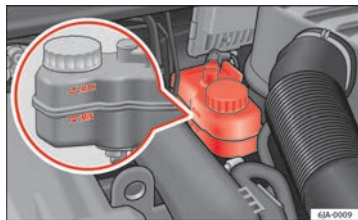

Fig. 127 Vano motore:
- Controllare il livello del liquido di raffreddamento nel serbatoio ⇒ fig. 127. Il livello del liquido deve trovarsi tra le scritte "MIN" e "MAX".